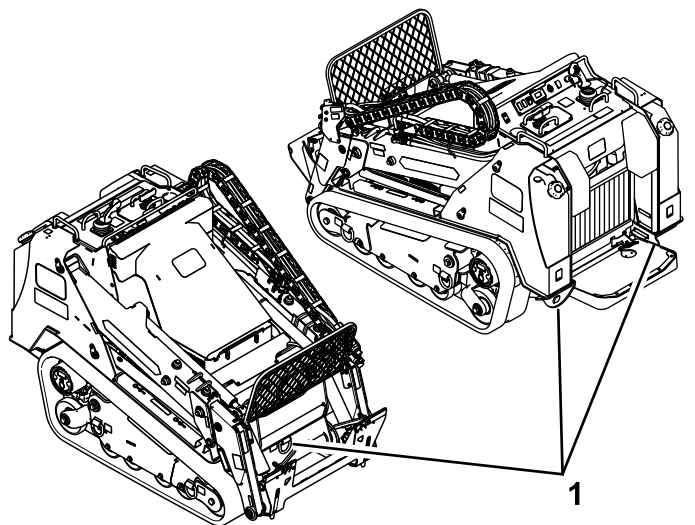

Figure 30
6. Remorquez la machine en utilisant les points d'attache (voir Figure 30).
8. Servez-vous des points d'attache en métal de la machine pour arrimer solidement la machine sur la remorque ou le véhicule utilitaire avec des sangles, des chaînes, des câbles ou des cordes (Figure 30). Reportez-vous à la réglementation locale concernant les exigences en matière d'arrimage.